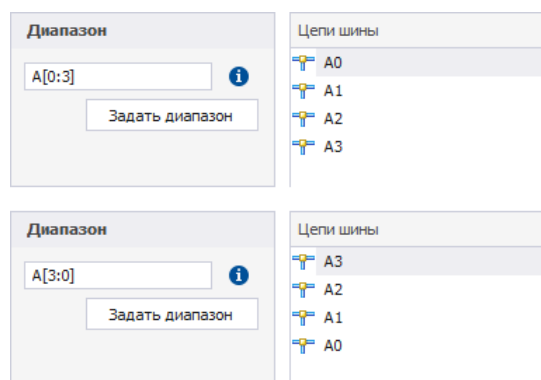

Рис. 183 Добавление диапазона - префикс и диапазон
- Prefix[Min:Max] или Prefix[Max:Min], см. Рис. 183.